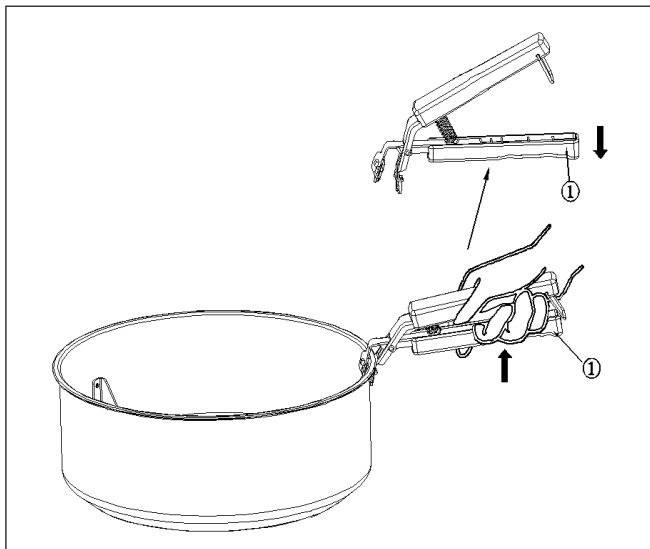

Fig. 3
- 3. Levantar la parte inferior del mango (1) y no soltarlo. Asegúrese de que el mango esté firmemente sujeto a la maceta. Ahora puede levantar el recipiente (Fig. 3).
- 4. Si desea retirar el mango de la maceta, suelte la presión de los dedos en la parte inferior del mango (1). Ahora puede retirar el mango del recipiente (Fig. 3).